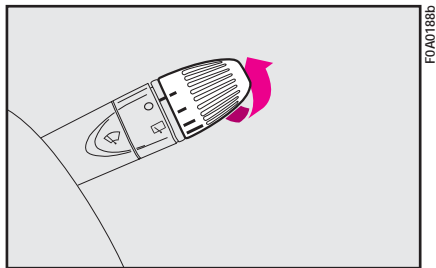

рис. 85
**1** – работа в прерывистом режиме; на некоторых модификациях можно задавать 4 скорости прерывистого режима (от самой маленькой до самой высокой) (рис. 85);